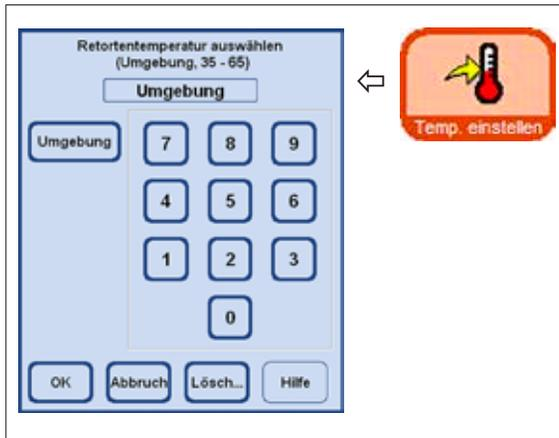

Abb. 132
- Im Smartscreen ist die Retortentemperatur einstellbar. Dazu die Taste **TEMP. EINSTELLEN** drücken und das Eingabefenster **RETORTENTEMPERATUR AUSWÄHLEN** aufrufen (Abb. 132).